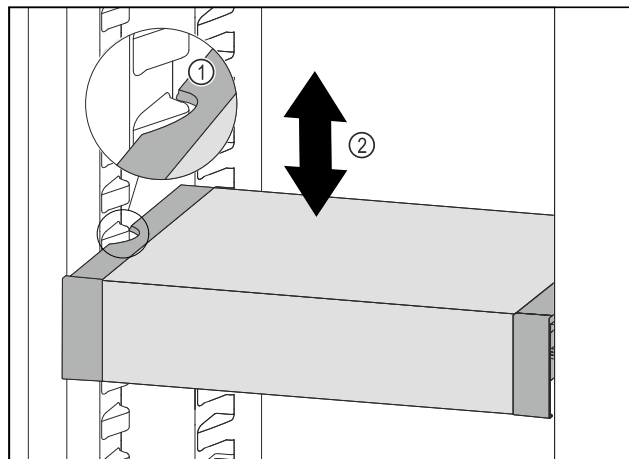

Fig. 105
- ▶ Изтеглете VarioSafe напред, докато страничните прорези на VarioSafe се намират на височината на реброто на съда в хладилната част. Fig. 105 (1)
- ▶ Преместете VarioSafe нагоре или надолу в хладилната част, докато се достигне желаната височина. Fig. 105 (2)